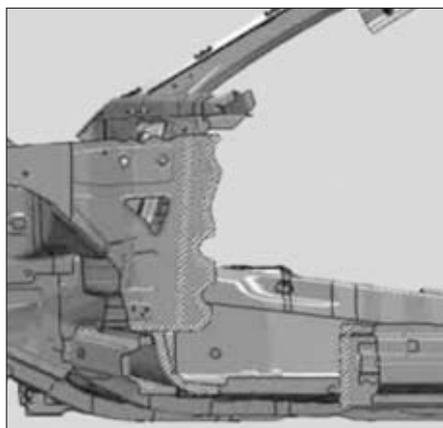

FIG. 63
- Appliquer de la colle à deux composants dans les zones hachurées (Fig.63).